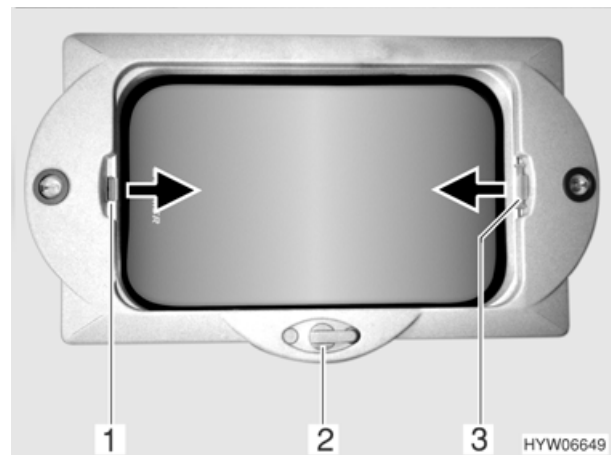

Bild 30 Kurbelhub-Dachlüfter
- Den Kurbelhub-Dachlüfter je nach Drehrichtung mit der Dachlüfterkurbel (Bild 30,2) heben (öffnen) oder senken (schließen). Die Verstellbarkeit ist beliebig.
- Faltverdunklung (Bild 30,3) bis zur gewünschten Position in Pfeilrichtung ziehen. Die Faltverdunklung bleibt in dieser Position stehen.
- Insektenschutzrollo (Bild 30,1) in Pfeilrichtung ziehen, bis es an der Faltverdunklung (Bild 30,3) anstößt.
- Griff am Insektenschutzrollo (Bild 30,1) drücken.